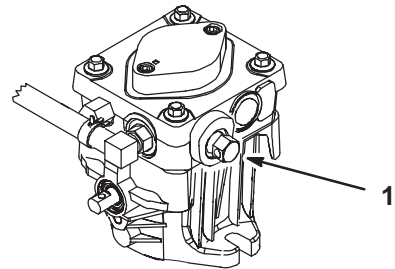

Figure 21
2. Tournez les vannes de dérivation d'un tour dans le sens anti-horaire pour pousser la machine. Cela permet au liquide hydraulique de contourner la pompe et aux roues de tourner (Fig. 21).
Vissez les vannes de dérivation pour utiliser la machine (Fig. 21).